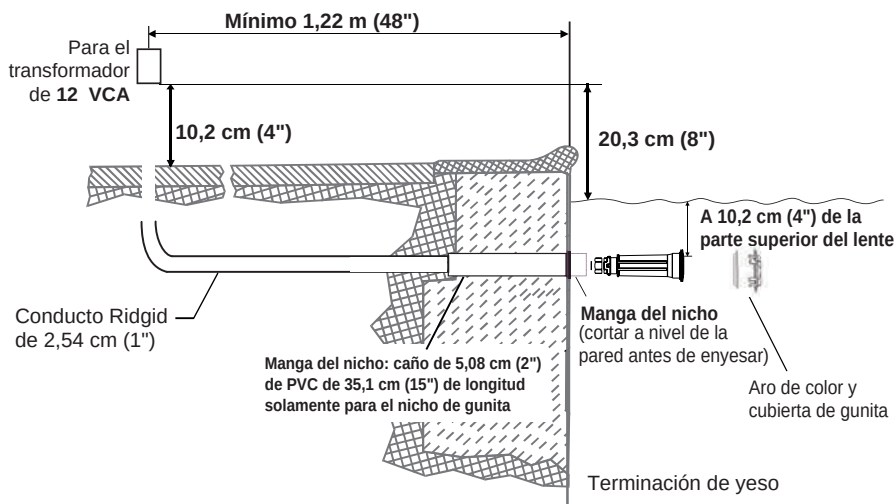

Figura 1: Diagrama de instalación de lámpara en gunita
ANTES DE COMENZAR: La siguiente información describe las tareas que el electricista debe realizar *antes* de instalar la unidad de iluminación. Vea la Figura 1 de la página 7.
- La caja de conexiones y el transformador de bajo voltaje se encuentran a un mínimo de 20,3 cm (8") sobre el nivel del suelo y a un mínimo de 1,22 m (48") desde el borde de la piscina. Vea la Figura 1 de la página 7.
1. **Instale la manga:** Ubique la posición vertical en la piscina o el spa donde se instalará la lámpara. La parte superior del lente de la lámpara debe encontrarse como mínimo a 10,2 cm (4") debajo del nivel de agua normal. Consulte la Figura 1 de la página 7 para ver los requisitos exactos de profundidad.
6. Instale el conducto. Vea la Figura 1 de la página 7.
2. En el transformador de 12 VAC o la caja de conexiones, corte todo el cable sobrante. Deje al menos 15,2 cm (6") de cable en la caja de conexiones o en el transformador para facilitar la instalación de la lámpara y la inspección del nicho. Corte el cable sobrante. Vea la Figura 1 de la página 7.
3. Pele el extremo del cable exterior para descubrir los dos (2) conductores aislados. Pele los dos conductores. Procure no dañar el conductor de cobre.
4. Conecte los dos (2) conductores a los cables de circuito correspondientes en la caja de conexiones (cable negro a alimentación, cable blanco a común). Fije la cubierta de la caja de conexiones.
- La caja de conexiones y el transformador de aislamiento de bajo voltaje se encuentran al menos a 20,3 cm (8") sobre el nivel del suelo y al menos a 1,22 m (48") desde el borde de la piscina. Vea la Figura 1 de la página 7.